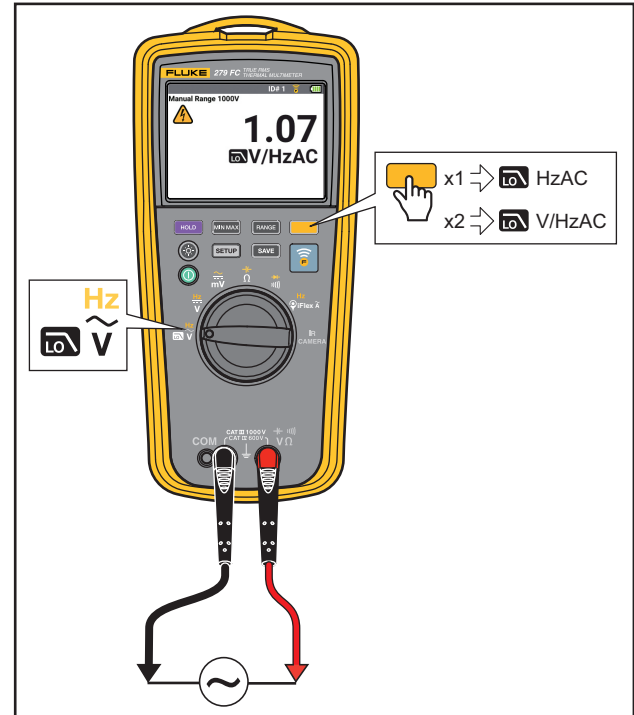

Figure 6. Ratio Volts/Hertz
- Ratio Volts/Hertz. Voir la Figure 6.
Le multimètre peut afficher le ratio de la tension et de la fréquence d'un signal CA. Voir la Figure 6.